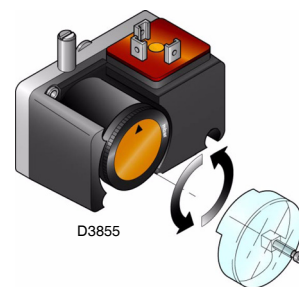

Fig. 26
- Regolare il pressostato per il controllo di tenuta (Kit PVP) (Fig. 26), se presente, secondo le istruzioni a corredo del Kit stesso.